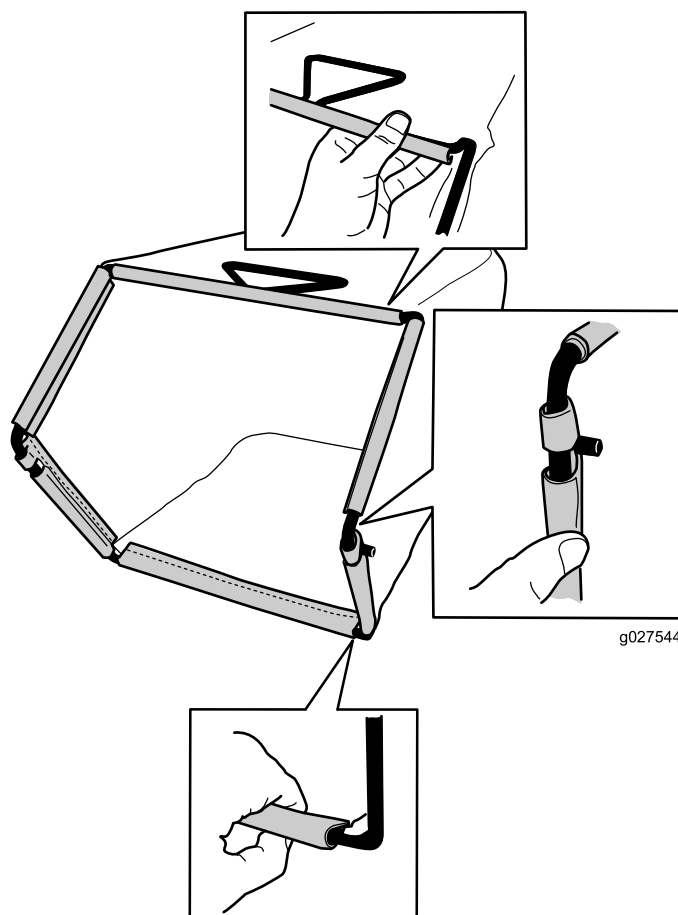

Figura 9
3. Enganche los canales superiores y laterales del recogedor en la parte superior y en los laterales del bastidor, respectivamente (Figura 9).
2. Enganche el canal inferior del recogedor en la parte inferior del bastidor (Figura 9).